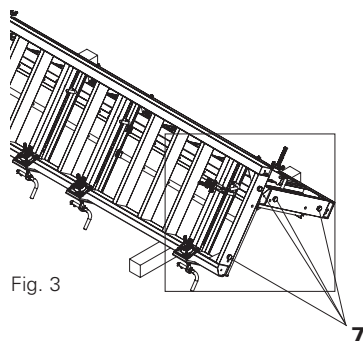

Fig. 3
1. Svitare i dadi a tre rinforzi (6) dal gancio di sollevamento piattaforma di servizio ruotandoli in senso antiorario.
2. Rimuovere le quattro viti (7) dagli elementi dei pilastri. (Fig. 3)
3. Posizionare la piattaforma di servizio (8) sul telaio per pilastri e allinearla ai rispettivi fori.
4. Inserire il perno di bloccaggio (9) del gancio di sollevamento piattaforma di servizio attraverso il foro (A) dell'elemento del pilastro, avvitare il dado a tre rinforzi e fissarlo con una chiave dinamometrica da 50 Nm.
5. Ripetere il passaggio quattro nel foro (B).